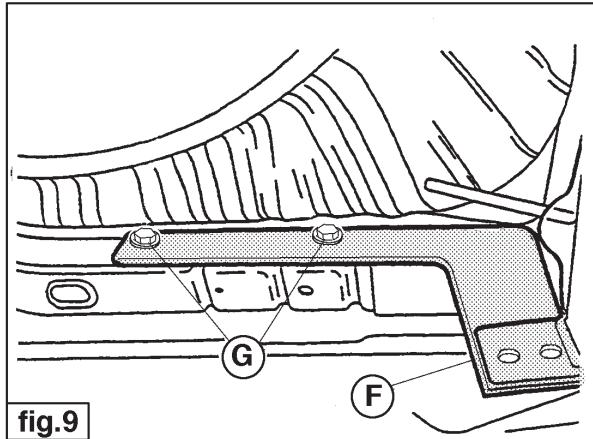

fig.9
4. Le piastre di riempimento D saldate sui supporti E ed F devono appoggiare contro il telaio destro e sinistro. Collocare i supporti come indicato nelle fig. 9 e 10 e fissarli all'altezza dei punti G con quattro bulloni M10x35 comprensivi di riparelle e rondelle di sicurezza avvitandoli a mano.
4. Płyty wypełniające D przyspawane do elementów mocujących E i F muszą przylegać do prawej i lewej podłużnicy. Elementy mocujące przyłożyć według rys.9 i 10 a następnie w punktach G skręcić za pomocą czterech śrub M12x35 mm wraz z podkładkami sprężynowymi i płaskimi. Całość skręcić wstępnie.